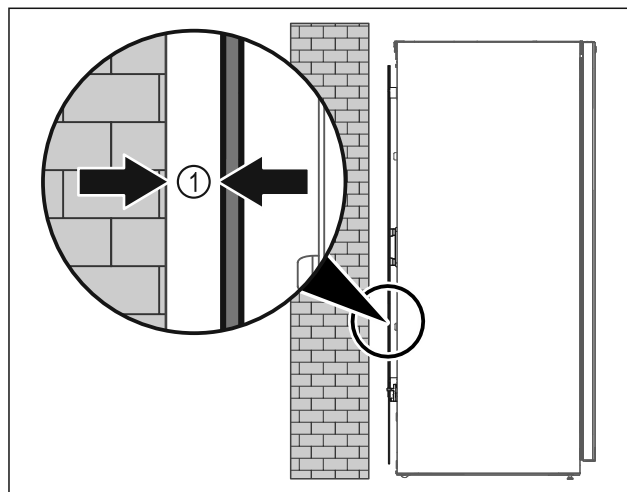

Fig. 8
- Still opp apparatet enten fritt i rommet eller direkte på en vegg med en minimumsavstand på 5 mm *Fig. 8 (1)*.